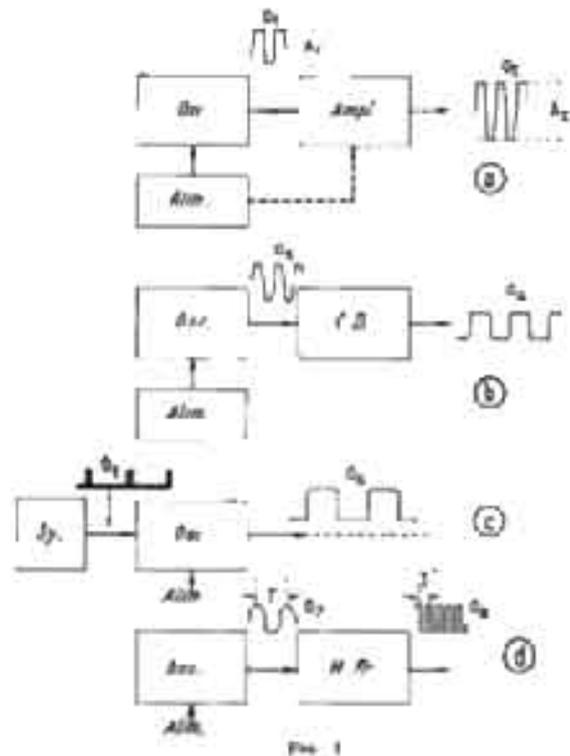

FIG. 1
Tout oscillateur peut être suivi d'un amplificateur permettant d'obtenir un signal de plus grande amplitude au point de vue tension, courant ou puissance (fig. 1 a). L'amplitude  $A_1$  du signal  $O_1$  est supérieure à  $A_2$ .
Éventuellement, l'oscillateur peut être suivi d'un amplificateur ou d'un circuit déformant le signal, désigné par C.D. en (b), fig. 1.
En (c) figure 1, on représente le cas d'un oscillateur instable commandé par un signal stable  $O_5$  fourni par un circuit, désigné souvent sous le nom de circuit de synchronisation (SY). Le signal  $O_5$  peut avoir diverses formes, par exemple, constitué par des impulsions très brèves par rapport à la période du signal. En général, les fréquences du signal  $O_6$  et du signal  $O_5$  sont dans un rapport entier par exemple 1, 2, 3 ou fractionnaire exact 1/2, 1/3, etc.
En (d), figure 1, on indique un autre cas d'association d'un oscillateur avec un autre montage. L'oscillateur commandé ou non,